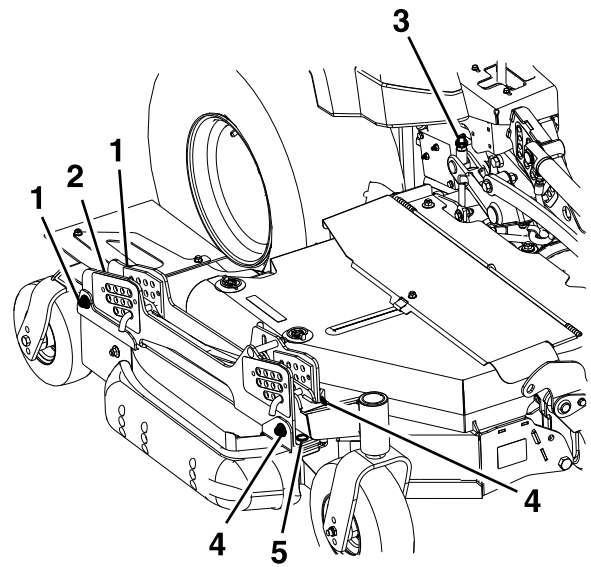

Figura 81
3. Las carcasas laterales derecha e izquierda incorporan mecanismos de ajuste de la altura de las cuchillas, con puntos de ajuste delanteros y traseros. Para ajustar la altura de las cuchillas de las carcasas laterales, primero afloje las tuercas de montaje delanteras y traseras de las pletinas de suspensión/altura de corte. Hay 4 posiciones (2 en cada lado del canal), como se muestra en la Figura 81.
- Si la carcasa está demasiado baja, apriete el perno de ajuste de altura delantero (Figura 81) girando la tuerca inferior en sentido horario.
- Si la carcasa está demasiado alta, afloje el perno de ajuste de altura delantero (Figura 81) girando la tuerca inferior en sentido antihorario. Afine la posición de las tuercas de ajuste traseras según sea necesario.
Ajuste la altura de la rueda trasera (Figura 81) hasta que la rueda trasera apenas toque el suelo con una presión mínima.
4. Mida la parte trasera de las cuchillas laterales. Si cualquiera de las cuchillas tiene una inclinación de menos de 1.5 mm (1/16"), eleve la parte trasera de la carcasa apretando los ajustes traseros izquierdo y derecho (Figura 81) hasta que las 4 cuchillas tengan una inclinación mínima de 1.5 mm (1/16"). Ajuste las ruedas laterales traseras hasta que apenas toquen el suelo con una presión mínima. Apriete las 4 posiciones de montaje traseras de las pletinas de suspensión (Figura 81).